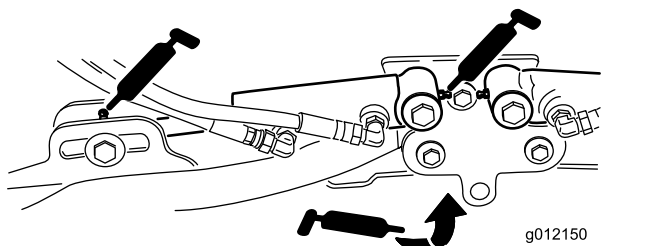

Figura 102
- Cilindri del braccio di sollevamento dell'apparato di taglio (2 cad.) (Figura 102)
- Perni del braccio di sollevamento (1 cad.) (Figura 102)